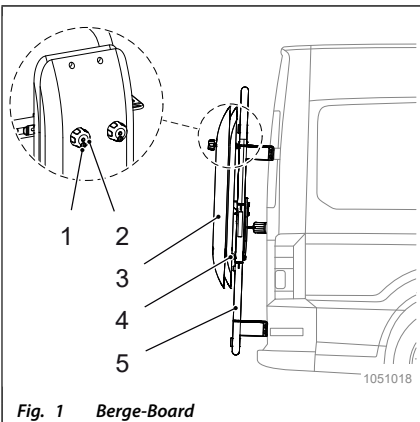

Fig. 1 Berge-Board
1. Die beiden Schlösser (Fig. 1/1) aufschließen.
3. Die Drehknöpfe (Fig. 1/2) abschrauben und die Distanzstücke abnehmen.
4. Die Berge-Boards (Fig. 1/3) vorsichtig von den Halterungen (Fig. 1/4) abnehmen.
1. Die Berge-Boards (Fig. 1/3) auf den Halterungen (Fig. 1/4) anbringen und danach die Distanzstücke auf die Gewindestangen aufsetzen.
2. Die beiden Drehknöpfe (Fig. 1/2) fest anziehen.
3. Die Drehknöpfe abschließen (Fig. 1/1)